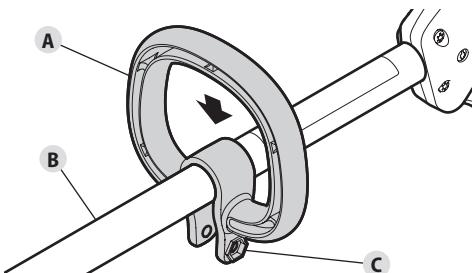

Fig. 8
- Oprima la manija (Fig. 8-A) hacia abajo sobre el alojamiento del eje superior (Fig. 8-B). Asegúrese de que el orificio del perno hexagonal mire hacia la izquierda (Fig. 8-C).